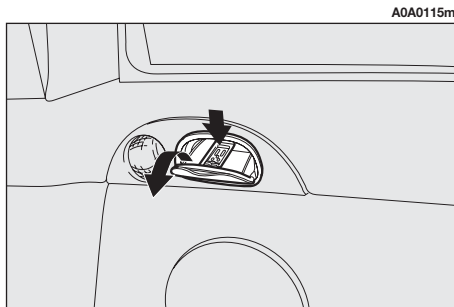

fig. 146
**POSACENERE POSTERIORI (fig. 146)**